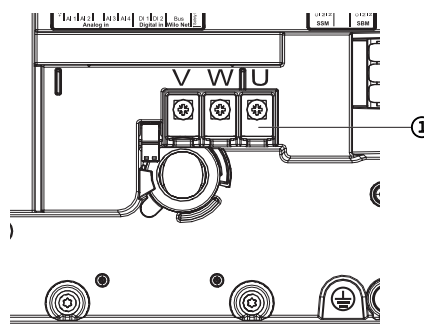

Fig. 115: U, V, W motor csatlakozókapcsok
5. Lazítsa meg a motor csatlakozókábelét (Fig. 115).